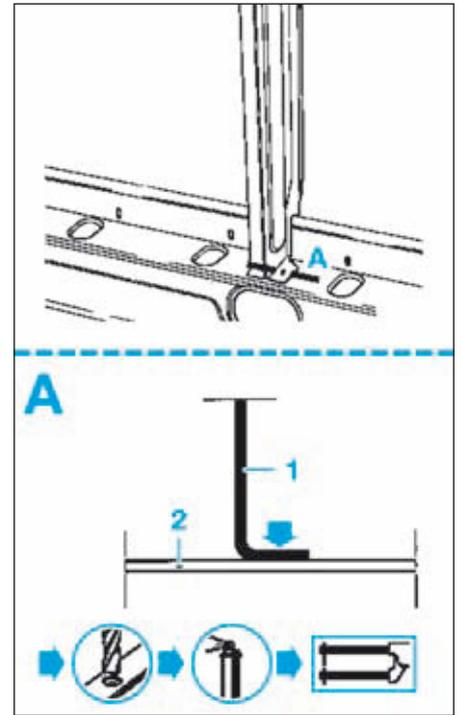

FIG.77
- Dépointer comme illustré (Fig.77).
- Tracer puis percer des trous à l'aide d'un foret pour un soudage ultérieur par points (Fig.77).
- Souder par points électriques (Fig.77).